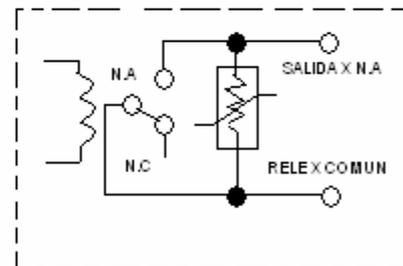

Figura 3.17. Esquema de cableado de DRA 840 00
**En la siguiente figura 3.17, se muestra el esquema de cableado de DRA-840-00.**